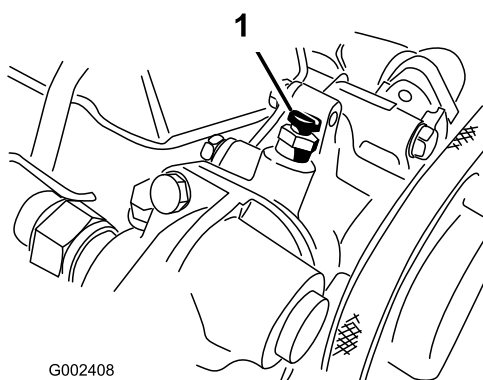

Figure 61
6. Ouvrez la vis de purge en haut de la pompe à eau (Figure 61).